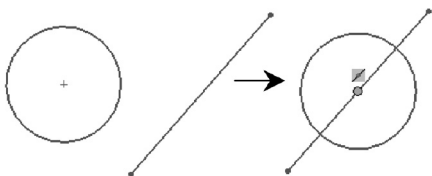

图 2-180 添加中点几何关系
- 中点几何关系 $\square$ ：使点（端点或圆心点）位于线段的中点，如图 2-180 所示。